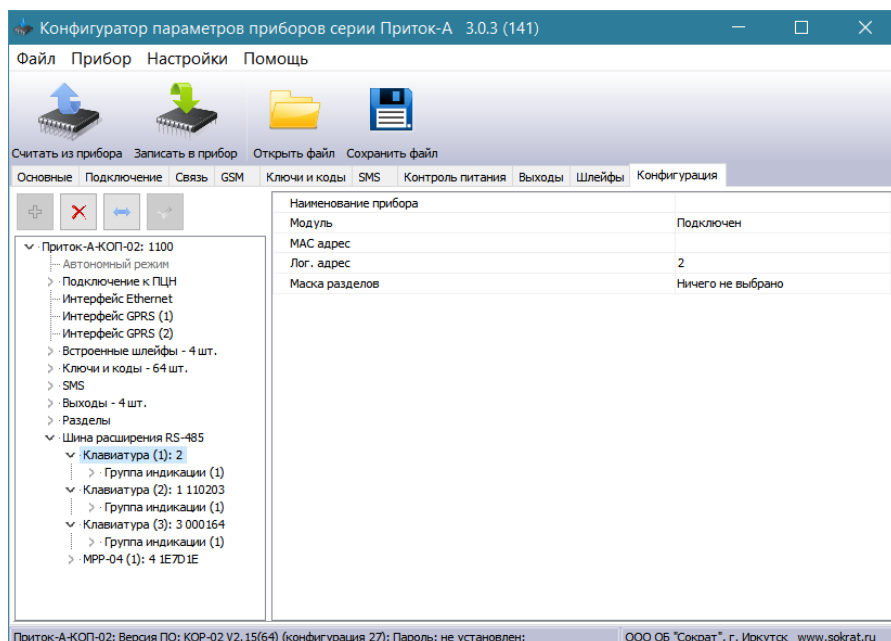

Рисунок 4 – Окно параметров
10. Выделить курсором добавленную «Клавиатуру» и в появившемся окне «Параметры» (см. рисунок 4) заполнить следующие поля: